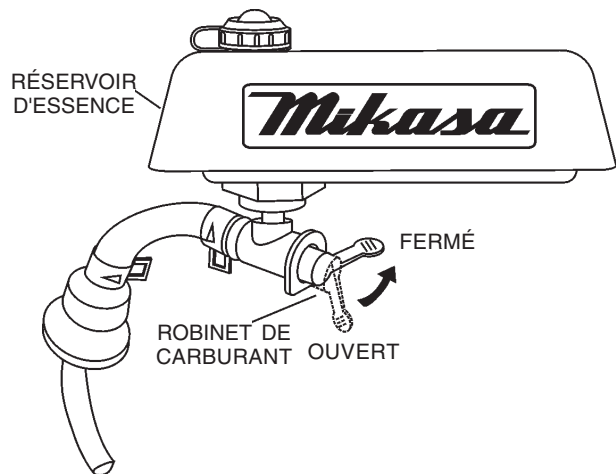

Figure 12. Robinet d'arrêt carburant (position fermé)
2. Fermer le **robinet d'arrêt carburant** (figure 12) en réglant le levier à la position **FERMÉ**.